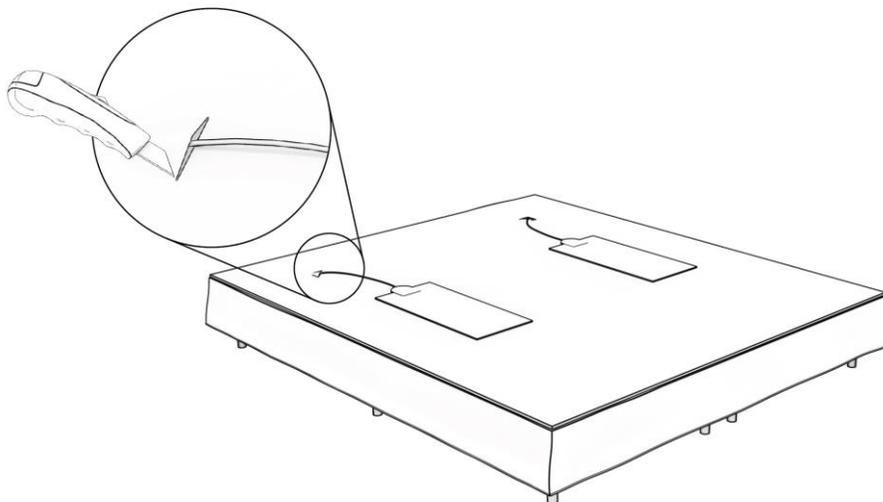

Abbildung 5: Installieren der Isoliermatte, Positionieren der Heizelemente und Schneiden der Schlitze in die Isoliermatte.
Schritt 5. Dieser Schritt ist nur dann erforderlich, wenn Sie eine zusätzliche Isoliermatte gekauft haben. Wenn Sie diese nicht haben, fahren Sie bitte direkt mit Schritt 6 fort. Falls Sie eine Isoliermatte haben, müssen Sie die 1 cm dicke Schaumstoff-Isoliermatte auf Boden des Bezuges legen, wie in Abbildung 5 dargestellt. Legen Sie die Heizelemente nicht, wie im vorherigen Schritt gezeigt, auf den Boden des Bezuges, sondern legen Sie die Heizelemente auf die Isoliermatte, wie in Abbildung 5 dargestellt. Schneiden Sie Schlitze in die Isoliermatte in Höhe der Schlitze im Boden des Bezuges und führen Sie die Heizelementkabel durch diese Schlitze in der Isoliermatte, im Bezug und durch die Löcher in den Bodenplatten.